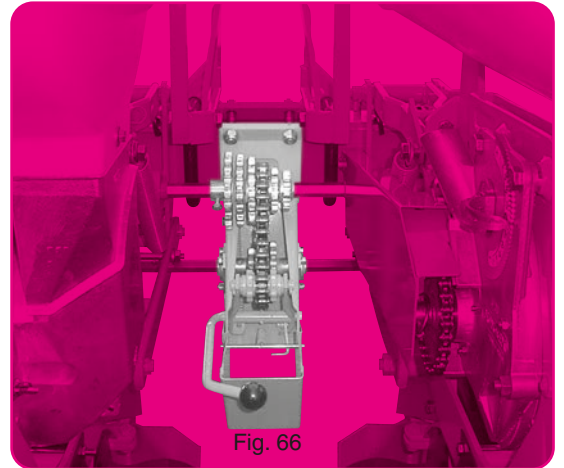

Fig. 66
- Montage pour semoir de 35-40 cm d'inter-rangs (fig. 66) en supprimant les 2 paliers ④.
Montage für Sämaschinen mit Reihenabstand von 35-40 cm (Abb. 66). Bei dieser Stellung sind beide Lager ④ zu entfernen.
- Assembly for planters with 35-40 cm (14-15") inter-row spacing (fig. 66) : remove the 2 bearings. ④
- montage voor zaaimachine voor 35-40 cm rijafstand (fig. 66). Verwijder de twee lagers ④.